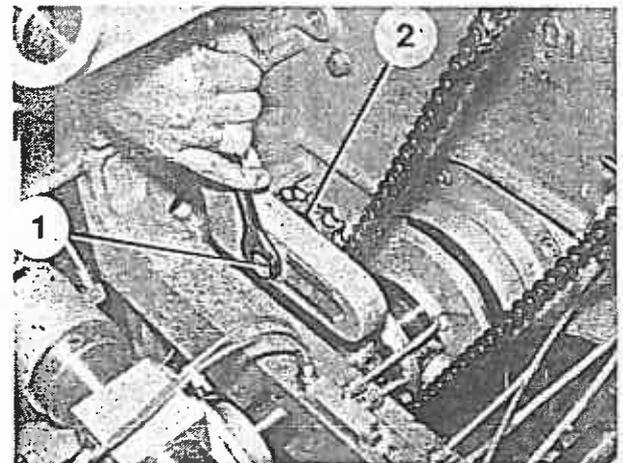

Bild 63.2
3. Zum Nachspannen Sechskantmutter (Bild 63.2/1) lösen und Spannrad (Bild 63.2/2) entsprechend versetzen. Sechskantmutter wieder festziehen.